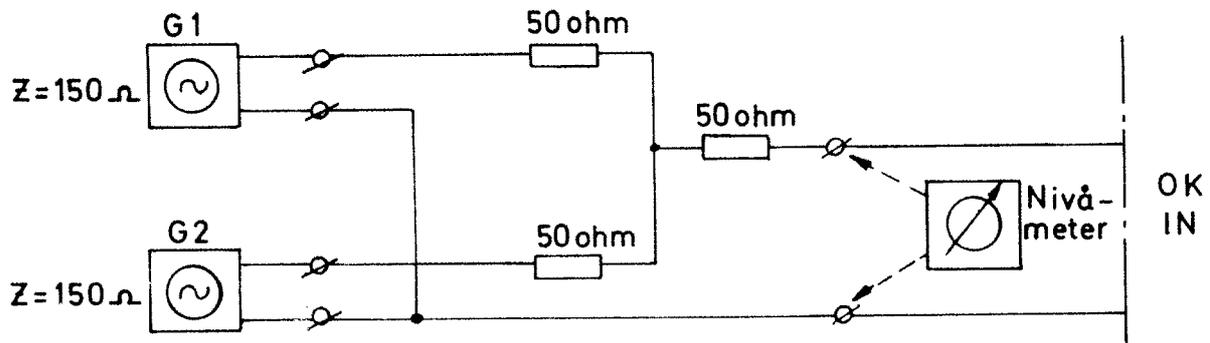

Bild 2
- Anslut två oscillatorer till aktuell jack i sändarens OK-stativ. Uppkoppling sker enligt bild 2. Nivåerna från generatorn G1 och generatorn G2 uppmäts höghögmigt selektivt på radiolänkutrustningens OK-stativ OK-IN. Nivåerna ska vara enligt tabell 2.